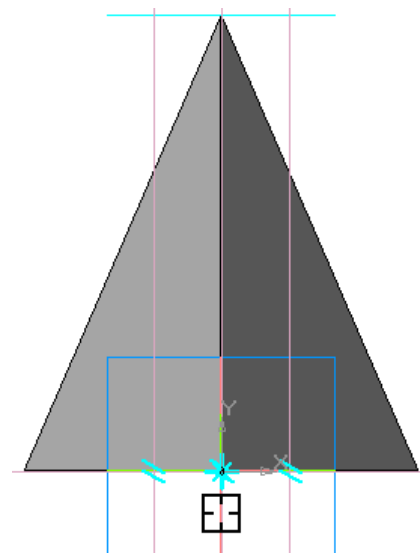

Рисунок 4.4 – Побудова допоміжних
29. В «**Панели свойств**», в поле «**Расстояние**» введіть 15, і вкажіть курсором «миші» на вертикальну допоміжну пряму в вікні побудови моделі, і двічі натисніть кнопку  «**Создать объект**» (рис. 4.4).